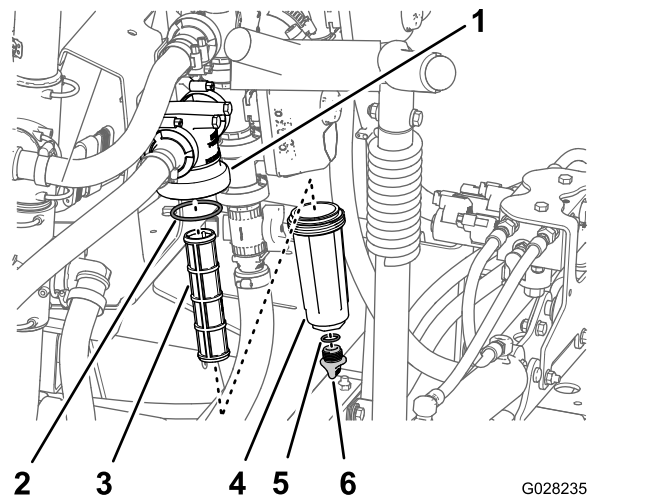

Figure 114
- Placez un bac de vidange sous le filtre de pression (Figure 114).
3. Tournez le bouchon de vidange dans le sens antihoraire et déposez-le de la cuvette du filtre de pression (Figure 114).
4. Tournez la cuvette dans le sens antihoraire et déposez-la de la tête du filtre (Figure 114).
5. Retirez l'élément du filtre de pression usagé (Figure 114).
6. Contrôlez l'état et l'usure du joint torique du bouchon de vidange (à l'intérieur de la cuvette) et du joint torique de la cuvette (à l'intérieur de la tête du filtre) (Figure 114).
7. Montez le nouvel élément filtrant dans la tête du filtre de pression (Figure 114).
8. Vissez la cuvette sur la tête du filtre et serrez-la à la main (Figure 114).
9. Vissez le bouchon sur la cuvette à la main (Figure 114).